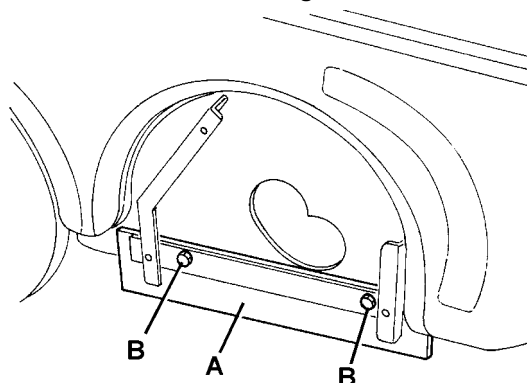

Abbildung 18
9. Den Hauptkehrwalzenriemen (42) aus der Scheibe (44) entfernen und um die Arbeit zu vereinfachen, die Scheibe (44) durch Betätigen von Hand an den Lüfter (46) drehen.
10. Die Schrauben (25) lösen und den rechten Deckel (24) zusammen mit dem Riemen (42) entfernen.
11. Die Höhe des Flaps (A, Abb. 18) durch die Langlöcher (B) einstellen.